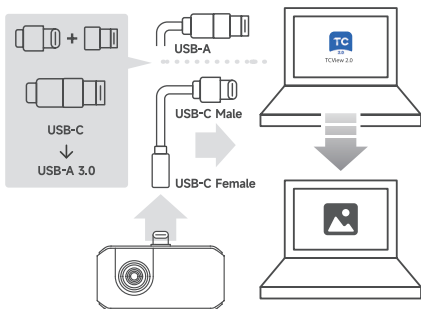

Figure 3.2.1
2. Connectez la caméra M192 à un ordinateur Windows à l'aide du câble adaptateur fourni (voir figure 3.2.1).